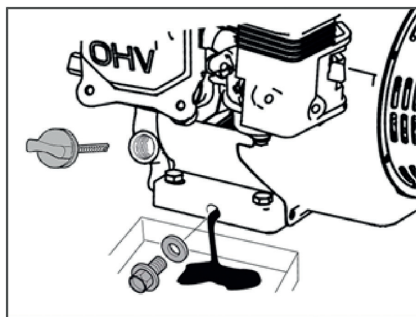

рис. 13. Замена моторного масла
2. Очистите от загрязнений зону вокруг маслосаливной горловины. Извлеките щуп из маслосаливной горловины и протрите его чистой ветошью (Рис. 13).
3. Выкрутите болт отверстия для слива масла и слейте отработанное масло в подготовленную для этого емкость (Рис. 13).